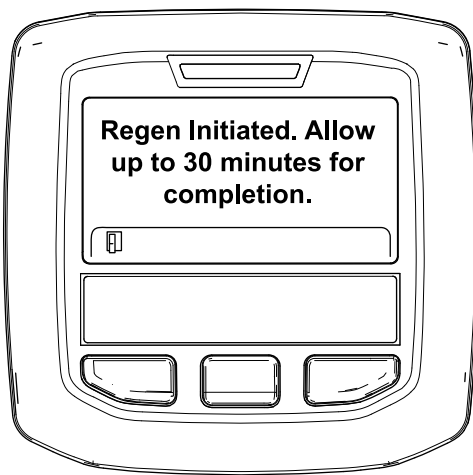

Figure 52
- Si la régénération est autorisée, le message « Regen Initiated. Allow up to 30 minutes for completion » (régén. lancée. Durée max 30 minutes) s'affiche dans l'InfoCenter. Attendez que la machine termine le processus de régénération en stationnement (Figure 52).